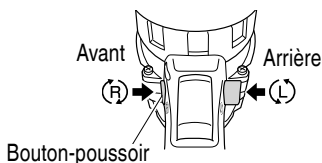

Fig. 12
La mèche tourne dans le sens horaire (vu de l'arrière) quand on appuie sur côté-R du sélecteur. En appuyant sur le côté-L du sélecteur la mèche tourne dans le sens anti-horaire (Voir Fig. 12). (Les repères (L) et (R) sont marqués sur le corps).